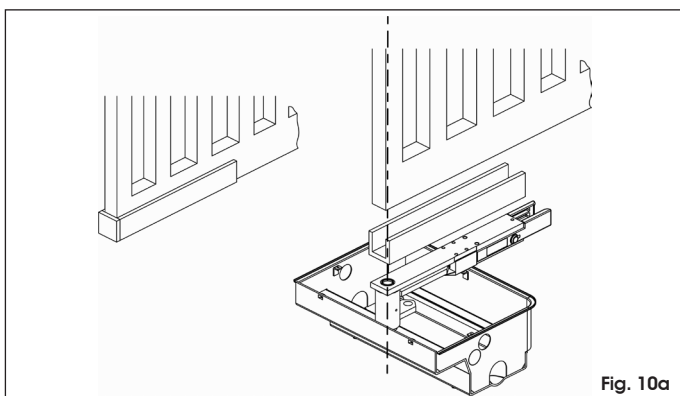

Fig. 10a
- déterminer la position correcte du vantail sur le profil en U en prenant comme repère l'axe de rotation du vantail (Fig. 10a ou 10b) fermer le profil en U, côté pilier, avec une plaque comme indiqué Fig. 10a ou 10b.